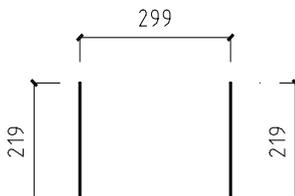

图 3-7 绘制直线
- 01** 调用【直线】命令，绘制相互平行的两根直线，结果如图 3-7 所示。